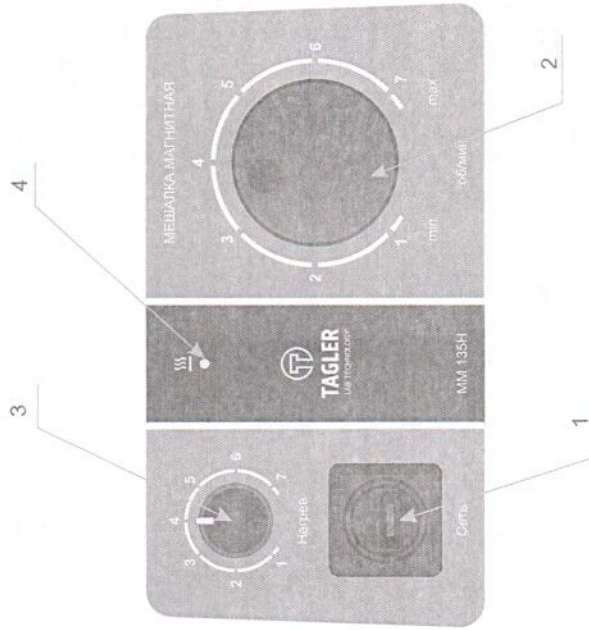

Рис.1
- 4.3. Сетевой выключатель 1 (рис.1) переведите в положение **Вкл.** ("включено").
4.4. Регулятором 2 (рис.1) установите необходимую скорость перемешивания в соответствии с рабочей методикой исследования, плавно повышая скорость.